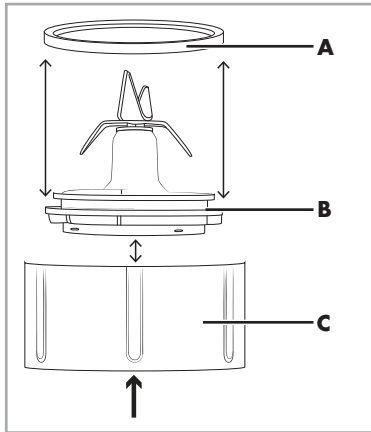

Fig. 1: Porte-lame ④
- Pour bien nettoyer, démontez le porte-lame **4** (voir fig. 1) :